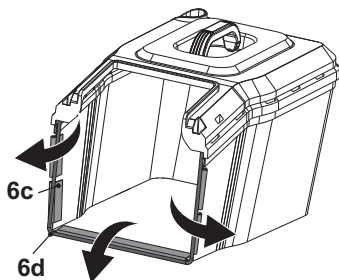

Fig. 5
1. Fixez les trois clips en caoutchouc (6c) sur la tige de support (6d) du bac de ramassage (6) (Fig. 5).